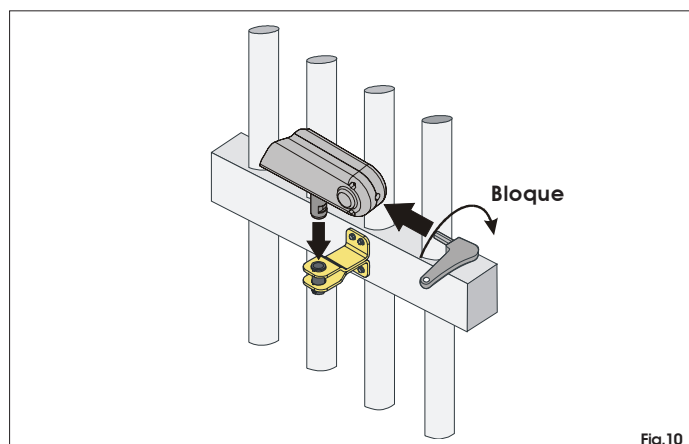

Fig.10
Fixer l'opérateur à la patte d'attache antérieure d'après la Fig. 10 et tourner la clé de déverrouillage en sens horaire jusqu'à la butée de fermeture.
- Replacer l'opérateur sur la patte d'attache antérieur (Fig. 10);